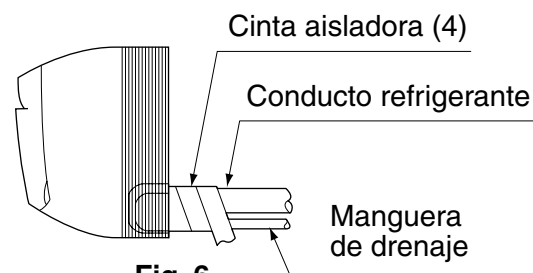

Fig. 6
(5) Dirija el tubo en el sentido en que se lo pasará.
**Para tubería derecha, abajo derecha y atrás derecha (Refiérase a la Fig. 6)**
- Envuelva la manguera de desagüe y la tubería de refrigerante juntas con la cinta aisladora (4) de forma que la manguera quede debajo de la tubería de refrigerante.